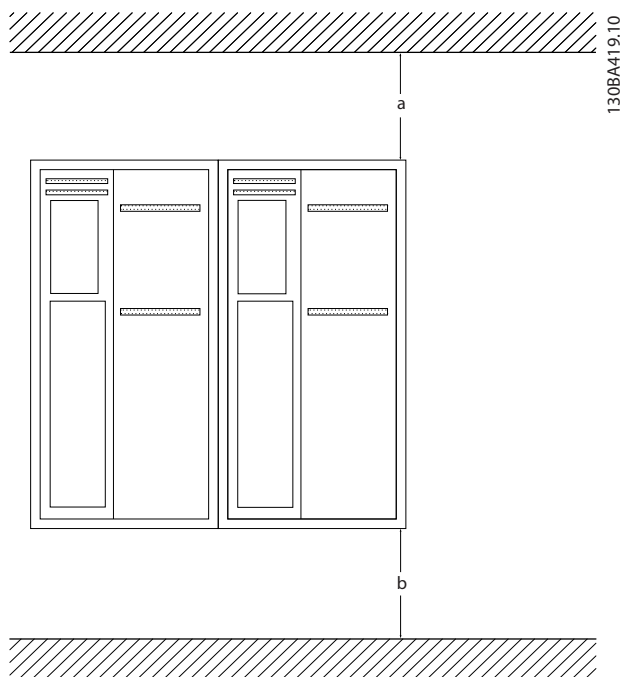

图 2.1 顶部和底部冷却间隙
- 顶部和底部须留出空气冷却间隙。间隙通常须达到 100-225 毫米（4-10 英寸）。有关间隙要求，请参阅 图 2.1